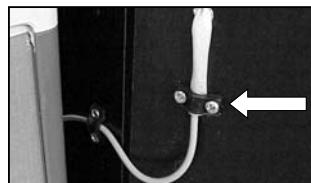

Figure 12.
- Fixez le câble isolé (C) dans le support de la lampe LED, puis raccordez-le (Fig 12).